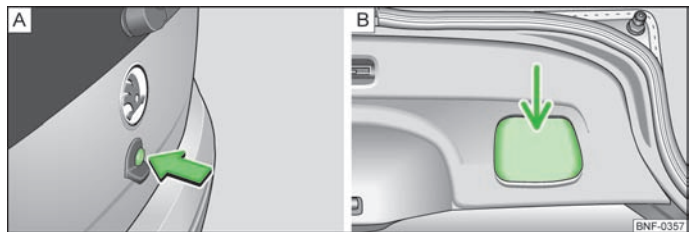

Fig. 15 Bagklap
- Åbn bagklappen ved at trykke på knappen » Fig. 15 – A.
- Tag fat i grebet » Fig. 15 – B, og træk bagklappen nedad.